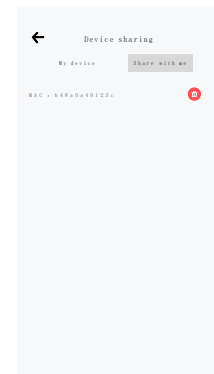

Figure 6.9 Receive successfully
- d) Wenn ein anderes Konto die MAC-Nummer des freigegebenen Geräts erfolgreich für dieses Konto freigibt, wird die Schnittstelle „Mit mir teilen“ angezeigt, wie in Abbildung 6.9 gezeigt.